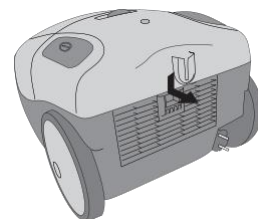

Abbildung 13 Entfernen des Ausblasfilters
2. Öffnen Sie den Deckel des Ausblasfilters, indem Sie den Deckelöffner in Pfeilrichtung ziehen, siehe Abbildung 13.